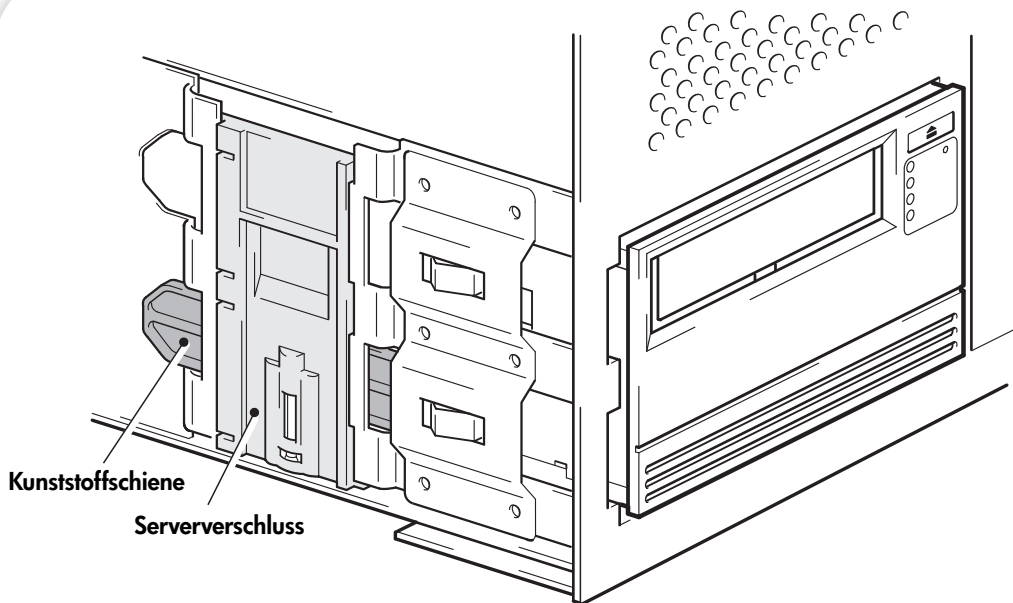

Abbildung 8a: Befestigen des Laufwerks an Einbauteilen
- 1 Schieben Sie den Verschluss nach unten, um das Bandlaufwerk in seiner Position zu sichern (siehe Abbildung 8a).